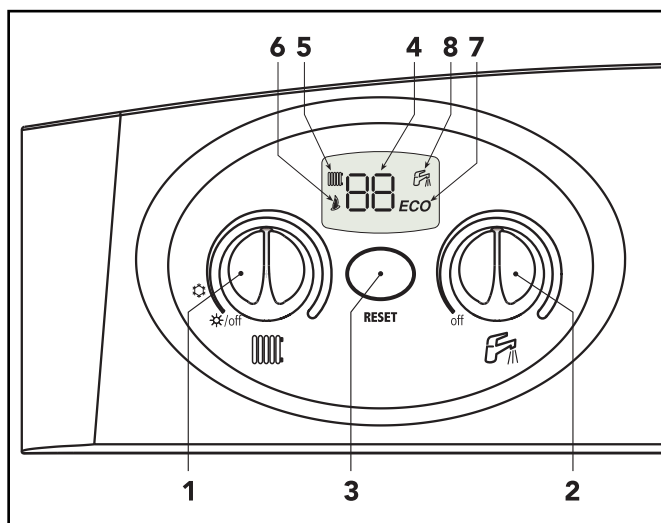

fig. 1
În timpul funcționării în condiții normale, controlul de diagnosticare al centralei trimite informații legate de starea centralei prin intermediul ecranului (fig.1).
Rotiți la minim ambele butoane (ref. 1 și 2 fig. 1).
Pentru stabilirea temperaturii din turul instalației rotiți butonul corespunzător (ref. 1 - fig. 1).
Pentru a stabili temperatura apei menajere rotiți butonul corespunzător (ref. 2 - fig. 1).
Centrala este blocată	Verificați dacă robinetul de gaz montat în partea superioară a centralei și cel de pe contor sunt deschise. Apăsați tasta Multifuncțională (pentru 1 secundă) (fig.1). În caz de blocări repetate ale centralei, contactați cel mai apropiat centru de asistență.